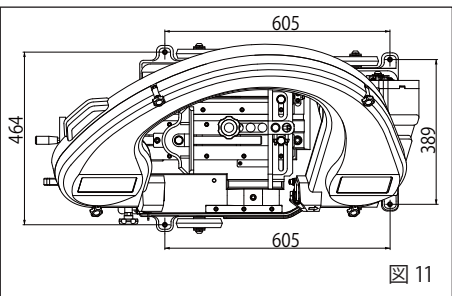

図 11
4. 設置 (図 11)
①可搬状態での設置
何処かに固定したい場合は、ベースのアイボルトのねじ穴を利用し、固定します。車輪及びアイボルトを取り外してください。固定する所の図 11 の位置に M8 のねじ穴を加工してください。本機をその位置に置き、アイボルトのねじ穴から M8 のボルトをねじ込み、固定してください。